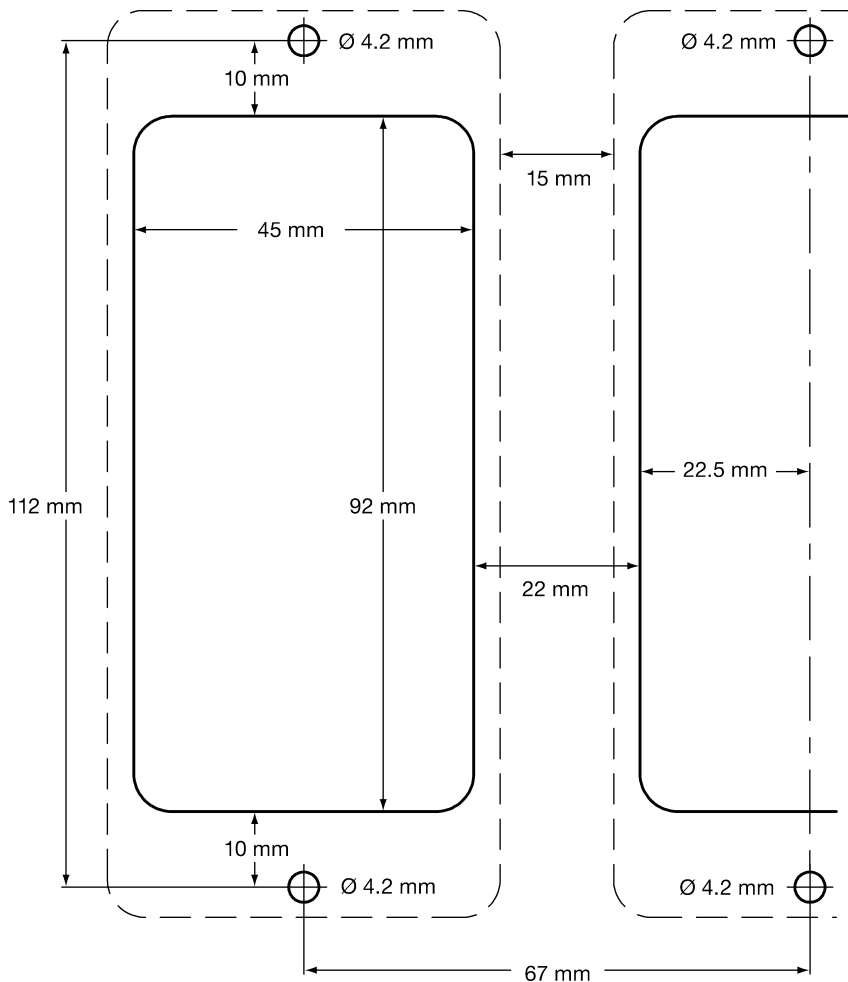

Fig. 12 - Dima di foratura telaio/pannello
- Fare due fori sul telaio come indicato in Fig. 12
- Tagliare il pannello nelle dimensioni fornite in Fig. 12 e fare i fori per le viti nella posizione indicata.